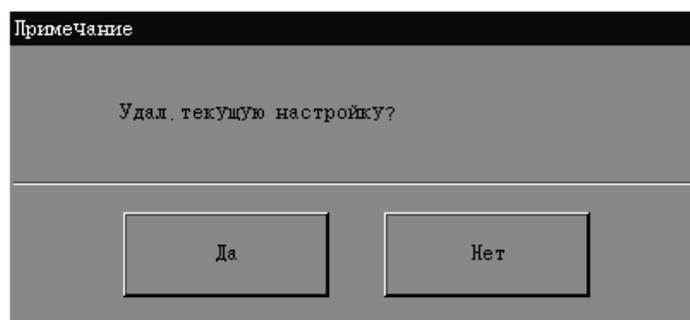

Рисунок 8-21 Диалоговое окно «Удал.номин.знач»
1. **НАЖМИТЕ** кнопку «**Удал.номин.знач.**». Откроется диалоговое окно (Рисунок 8-21).